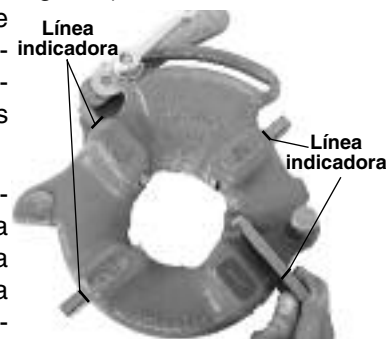

Figura 8 – Inserción de terrajas hacia el final de la ranura (Figura 8).
6. Introduzca las terrajas apropiadas en el cabezal de terrajas, con el borde que lleva el número orientado hacia arriba, hasta que la línea indicadora esté al ras con el borde del cabezal (vea la Figura 8). Los números en las terrajas deben coincidir con los números en las ranuras del cabezal. Siempre cambie el juego completo de terrajas. No mezcle terrajas de distintos juegos.